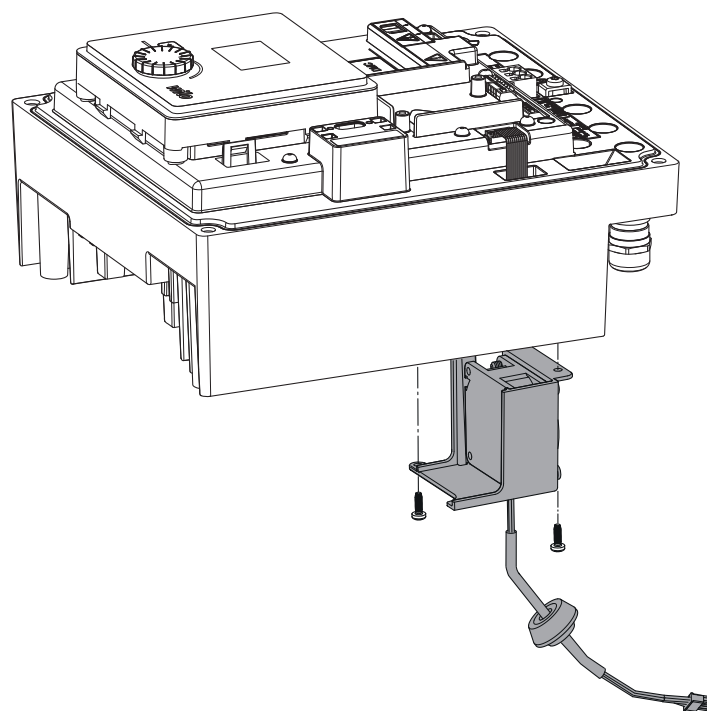

Fig. 45: Fjernelse af modulventilatoren inkl. kabel og gummitætning
- Åbn elektronikmodulets dæksel. (Fig. 45).